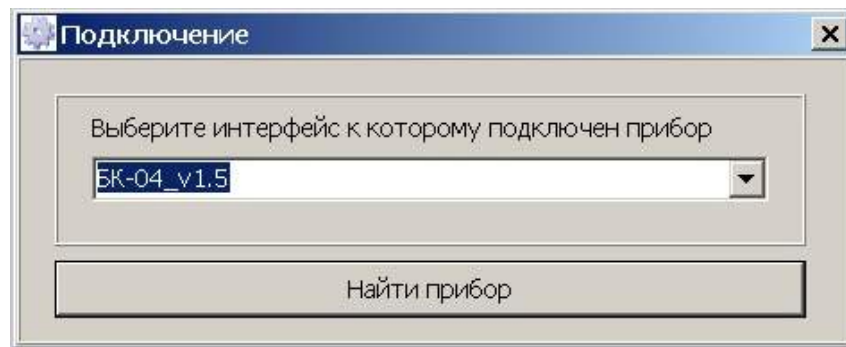

Рисунок 1 - Окно выбора прибора
3. Подсоединить бортовой комплект через MiniUSB-кабель к ПК² (см. рисунок 1 приложения 1).
В программе нажать кнопку «Подключиться», в появившемся окне (см. рисунок 1) выбрать из списка «БК-04/041» и нажать кнопку «Найти прибор».